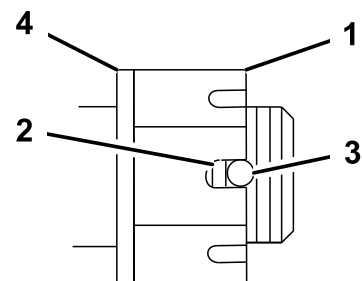

Bild 49
4. Ziehen Sie die geschlitzte Mutter auf 170 Nm an (Bild 49).
5. Überprüfen Sie den Abstand vom unteren Schlitzende in der Mutter zur Innenkante der Öffnung. Es sollten maximal zwei Gewinde sichtbar sein (Bild 49).
7. Ziehen Sie die geschlitzte Mutter auf 170 Nm an (Bild 49).
8. Ziehen Sie die Mutter an, bis die nächste Schlitzreihe auf einer Linie mit der Öffnung im Schaft liegt (Bild 49).